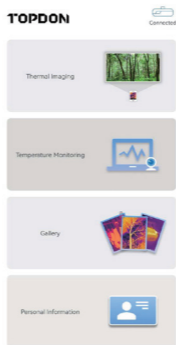

Figura 3.1.3
3. Abre la aplicación TC002. El ícono en la parte superior derecha de la pantalla principal será exhibido como "Conectado" (Ver Figura 3.1.3)